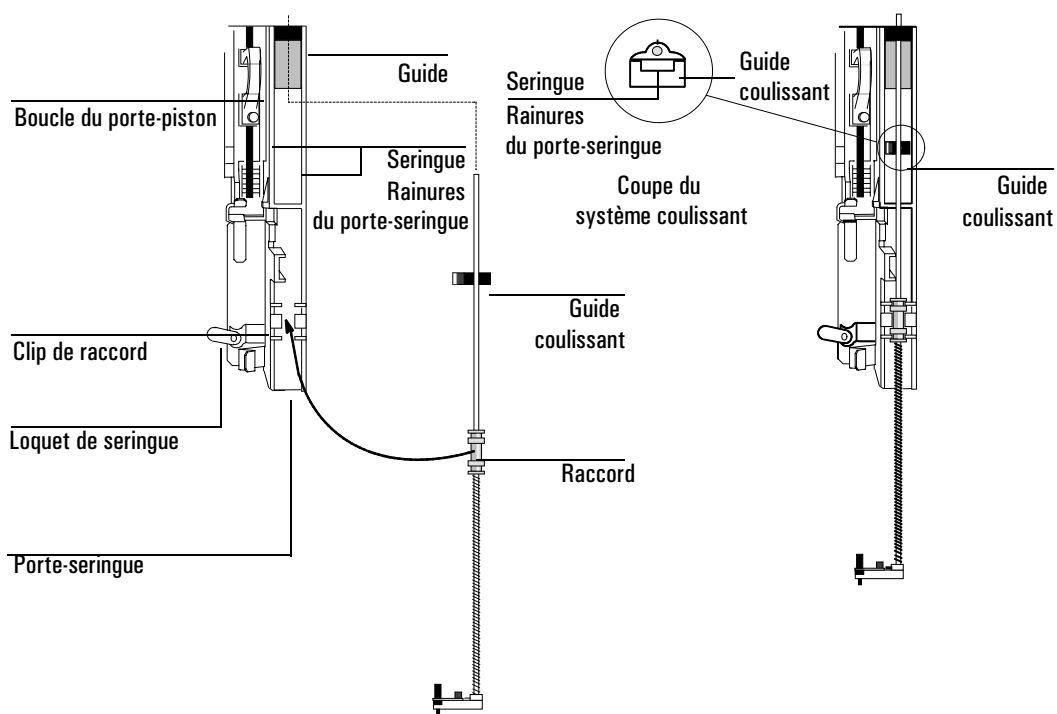

Figure 14 Installation de l'ensemble support d'aiguille (ici pour colonnes 250 /320 μm)
7. Tournez l'ensemble support d'aiguille de façon à ce que la surface plane du guide coulisse de haut en bas le long des rails comme illustré dans la Figure 14.